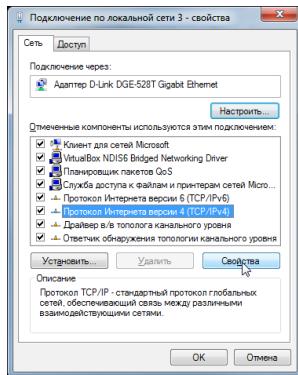

Рис. 11 Окно свойств сетевого подключения
- Для **Windows XP**: Пуск → Панель управления → Сетевые подключения, для **Windows Vista и новее**: нажать комбинацию клавиш Win (I) + R, ввести в открывшемся окне «Выполнить» команду **ncpa.cpl** и нажать клавишу Enter.
- В появившемся окне выбрать пункт «Протокол Интернет версии 4 (TCP/IPv4)» и нажать кнопку «Свойства» (рисунок 11):